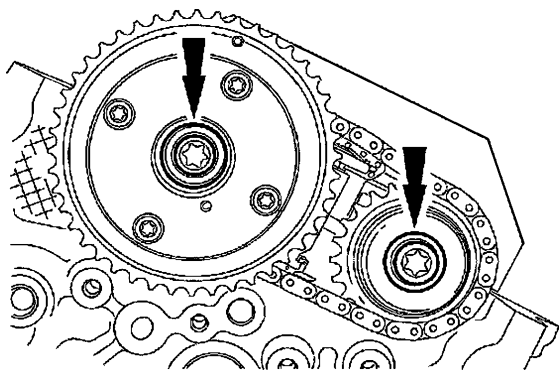

图 15-27 紧固 2 个螺栓
10) 如图 15-27 所示, 换用 2 个新螺栓并分四次紧固: 第一步紧固至 $40\text{N} \cdot \text{m}$, 第二步拧松 1 周, 第三步紧固 $10\text{N} \cdot \text{m}$, 第四步拧紧 90° 。